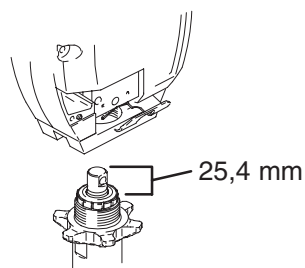

Abb. 20
1. Abb. 20. Kolbenstange ca. 2,5 cm herausziehen. In die Pumpe einschrauben, bis die Löcher in den Gehäuseplatten und in der Kolbenstange aneinander ausgerichtet sind.